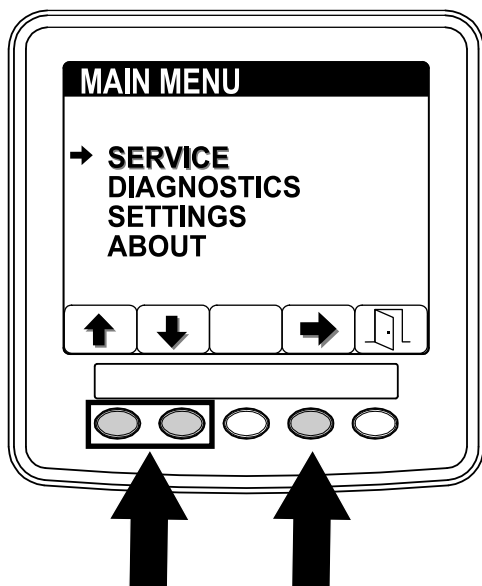

Figura 66
1. No MENU PRINCIPAL, prima o botão 1 ou o botão 2 para alcançar a opção de MANUTENÇÃO e prima o botão 4 para selecionar a entrada de MANUTENÇÃO (Figura 66).